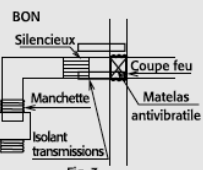

Fig. 3
- soit d'isoler latéralement le silencieux et le conduit aval des éventuelles transmissions par les parois (Fig. 3), notamment par l'emploi d'un caisson isolé.